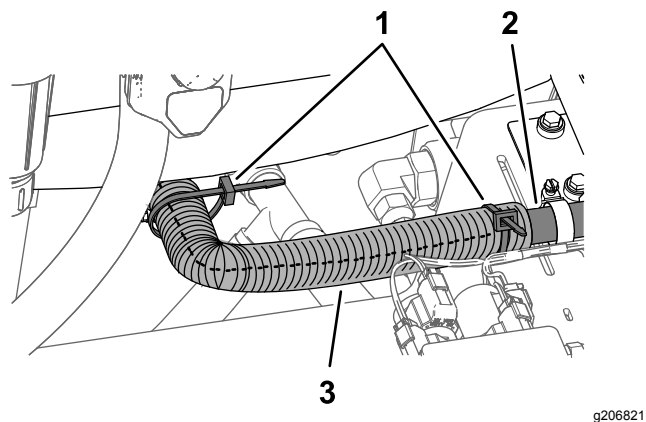

Рисунок 31
6. Установите разрезную гофрированную трубку поверх шланга длиной 43,3 см между промывочным баком и насосом промывочного бака и закрепите трубку с помощью 2 кабельных стяжек (Рисунок 31).